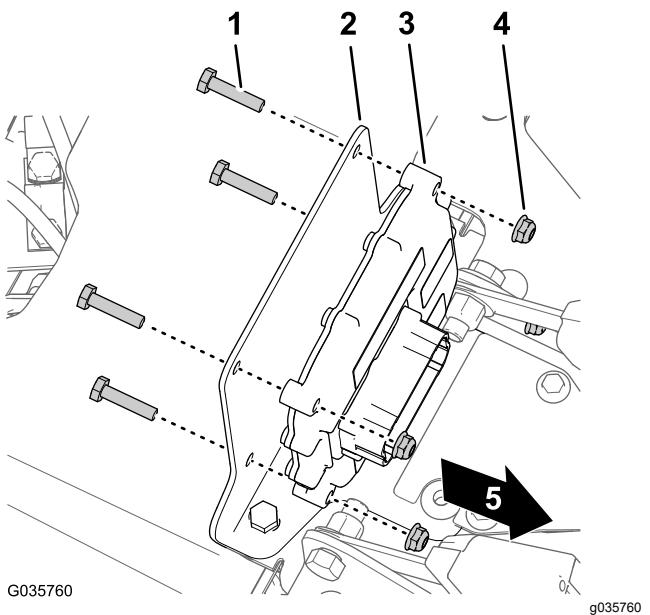

Figure 32
ceintures du conducteur et du passager, et retirez-la de la base de la console (Figure 32).
3. Fixez le contrôleur électronique au support de montage (Figure 32) avec les 4 boulons (1/4" x 1 1/8") et les 4 contre-écrous (1/4").